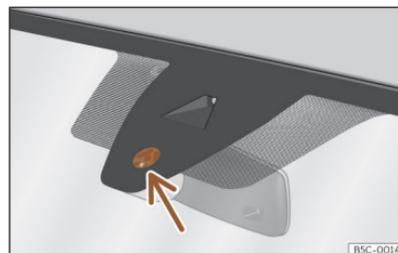

Abb. 105 Sensible Fläche des Regensensors.
Mögliche Ursachen für Störungen und Fehlinterpretationen im Bereich der sensitiven Fläche >>> (Abb. 105) des Regensensors sind u.a.:
- **Schmutz:** Trockener Staub, Wachs, Scheibenbeschichtungen (Lotuseffekt) oder Waschmittlrückstände (Waschstraße) können den Regensensor tendenziell unempfindlicher machen oder später, langsamer oder gar nicht mehr reagieren lassen. Die Sensorfläche des Regensensors >>> (Abb. 105) (Pfeil) regelmäßig reinigen und die Scheibenwischerblätter auf Beschädigungen prüfen.